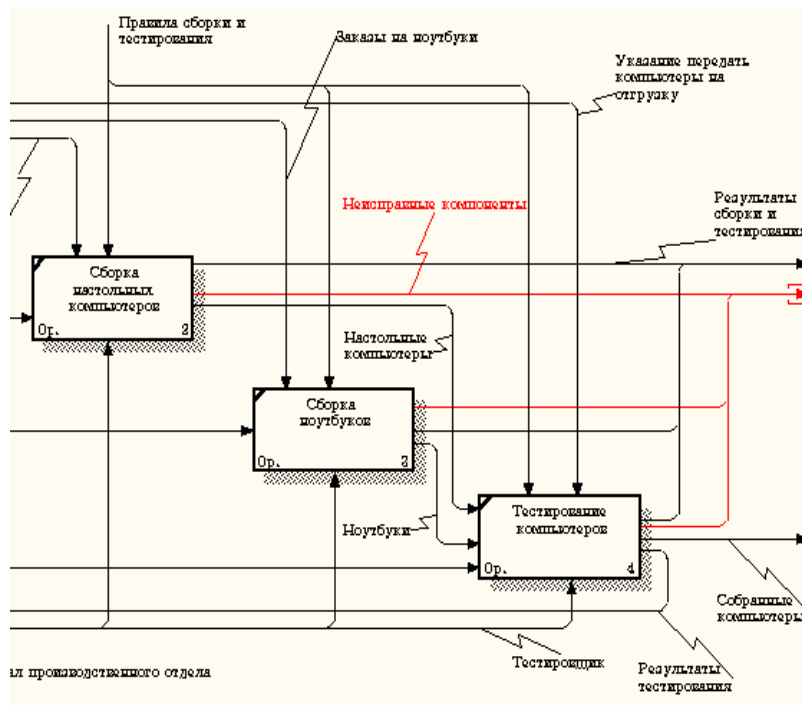

Рис. 78. Граничная стрелка выхода от работ **"Сборка настольных компьютеров"**, **"Тестирование компьютеров"** и **"Сборка ноутбуков"**
4. Создайте в модели **"Сборка и тестирование компьютеров"** новую стрелку **"Неисправные компоненты"**. На диаграмме A0 это будет граничная стрелка выхода, на диаграмме A0 – граничная стрелка выхода от работ **"Сборка настольных компьютеров"**, **"Тестирование компьютеров"** и **"Сборка ноутбуков"** (рис. 78).